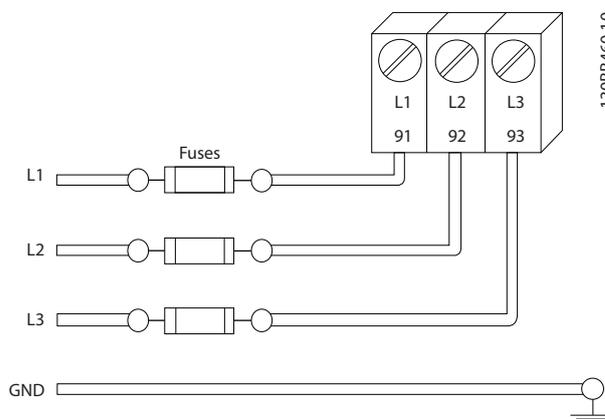

Ilustración 2.6 Fusibles del convertidor de frecuencia
- Todos los convertidores de frecuencia deben contar con protección contra cortocircuitos y sobrecorriente. Se necesitan fusibles de entrada para proporcionar esta protección. Consulte *Ilustración 2.6*. Si no vienen instalados de fábrica, los fusibles deben ser suministrados por el instalador como parte de la instalación. Consulte los valores nominales máximos de los fusibles en *10.3 Especificaciones del fusible*.